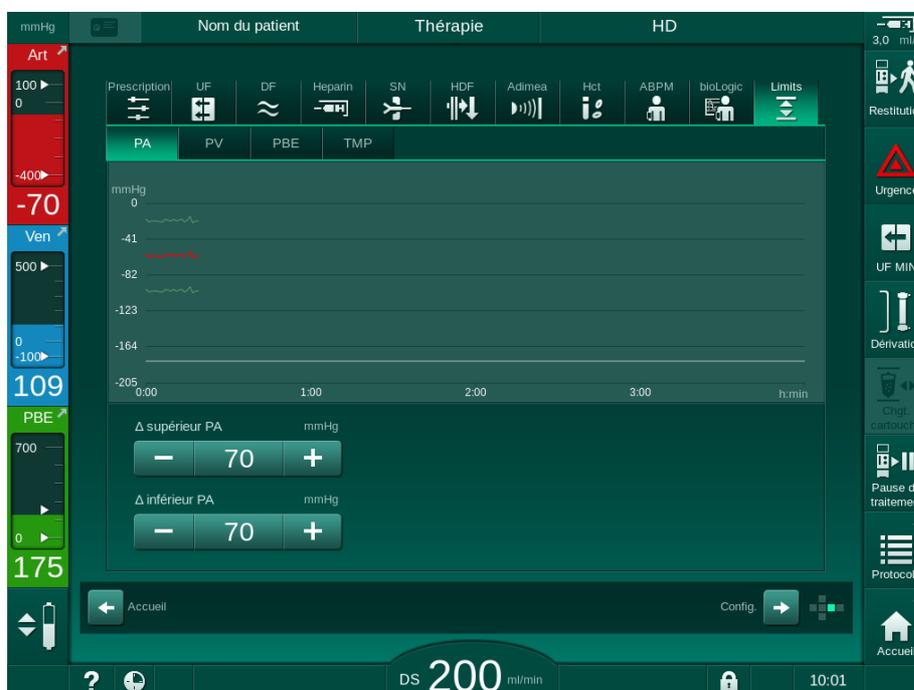
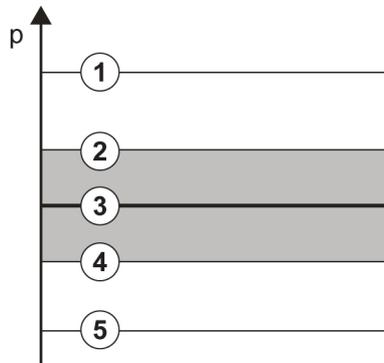

Fig. 5-21 Exemple de limites de pression sur l'écran *Entrée*
Fig. 5-22 Limites de pression
Les pressions sont surveillées par des fenêtres des limites (zone en gris dans Fig. 5-22) définies par la distance respective entre la valeur réelle ③ et les limites inférieure ④ et supérieure ② (valeurs delta min./max.). Le total de ces deux distances fournit la largeur de la fenêtre de limites, à savoir dans l'exemple dans Fig. 5-21 : 70 + 70 = 140 (mmHg).